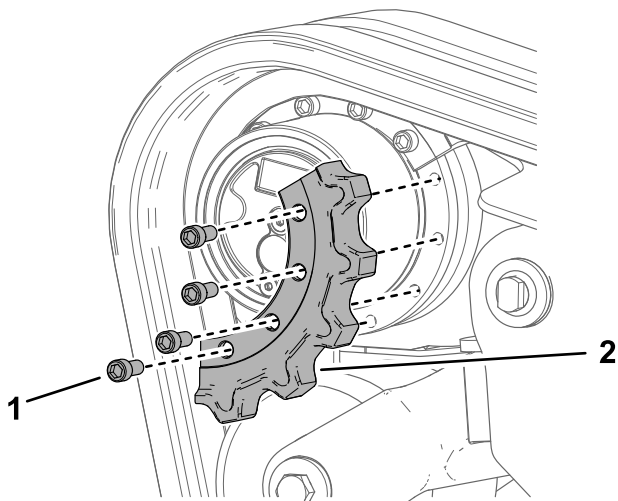

Рисунок 72
- Снимите сегмент ведущего колеса (Рисунок 72).
- Нанесите резьбовой герметик на болты первого снятого сегмента ведущего колеса и установите этот сегмент (Рисунок 72). Затяните болты с моментом от 247 до 301 Н·м.